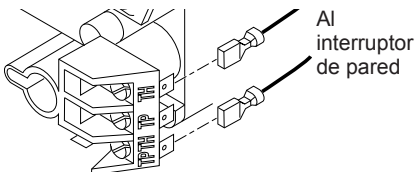

Figura 37 - Conexión del interruptor de pared a la válvula de control
1. Conecte una terminal de cable de 7.5 metros (25 pies) para el interruptor de pared a la terminal TPTH de la válvula. Conecte la terminal de cable restante a la terminal TH de la válvula. Confirme que las terminales de cable de la unidad estén las posiciones que se ilustran en la figura 37. El interruptor no funcionará si los cables no están conectados tal como aparece en la ilustración.